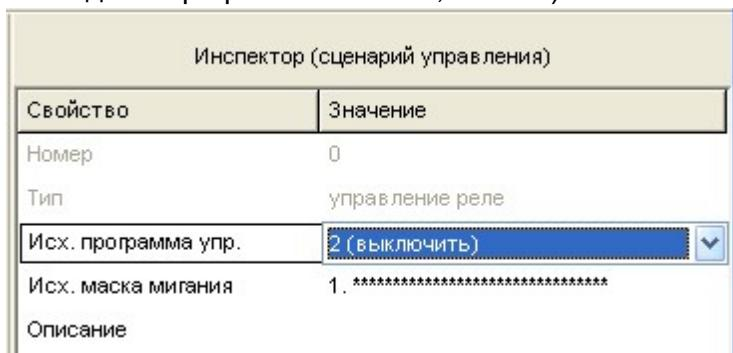

Рисунок 48
- Задать общее для всего сценария исходное состояние релейного выхода и (опционально) текстовое описание создаваемого сценария в окне «Инспектор» (см. Рисунок 48). Исходное состояние определяет поведение релейного выхода для всех состояний системы, не включенных в условия сценария, и характеризуется двумя параметрами: начальной программой управления (обычно «2 (выключить)», реже «1 (включить)») и начальной маской мигания (имеет смысл только в том случае, если для исходного состояния заданы программы мигания, № 5 - 8).